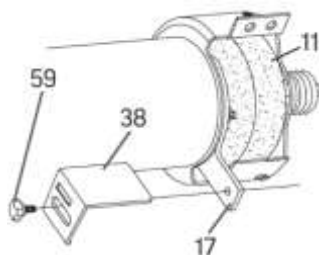

fig. 1
3. Installez le support de pièce à travailler (n° 38) au protège-meule interne droit (n° 17) à l'aide du bouton de réglage de tension (n° 59) (fig. 1).